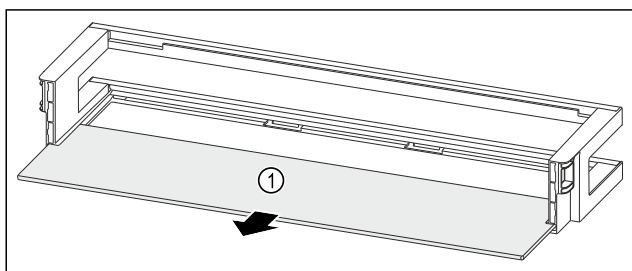

Fig. 247 Rafti i derës me raft mbajtës
- Hiqni raftin mbajtës Fig. 247 (1).